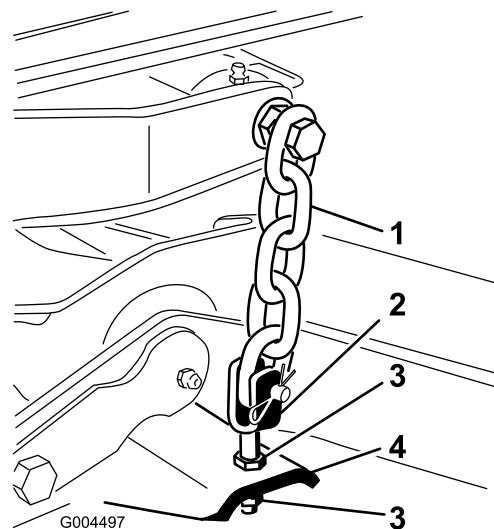

Figura 7
8. Ajuste as porcas de segurança que prendem as forquilhas/correntes do cortador à unidade de corte até que o cortador fique nivelado (Figura 7).
6. Ajuste as porcas de retenção traseiras que prendem as forquilhas/correntes do cortador (Figura 7) para elevar a traseira da unidade de corte de forma a que a inclinação da lâmina fique definida para 8 a 11 mm.